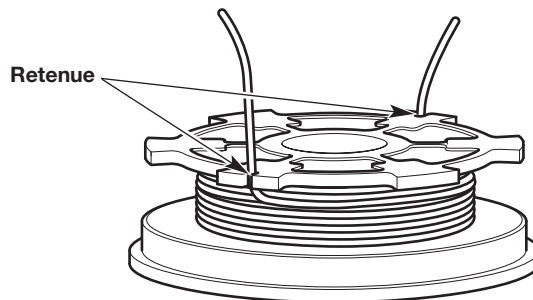

Fig. 30
4. Insérez les deux extrémités de 15,24 cm (6 po) dans les deux fentes de retenue (Fig. 30).
6. Insérez les deux extrémités de 15,24 cm (6 po) dans les deux fentes de retenue (Fig. 30).